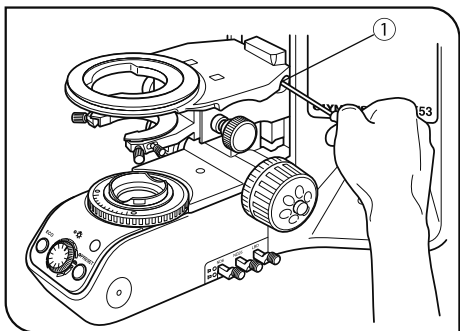

図 15
## 4 ステージの高さ調節 (図 15, 16)
- 2) ステージ受け固定ねじ①を六角ドライバーで十分にゆるめ、ステージ受けを持ち上げて取り外します。(図15)
- 3) 上側のストッパーねじ②を六角ドライバーでゆるめて取り外します。